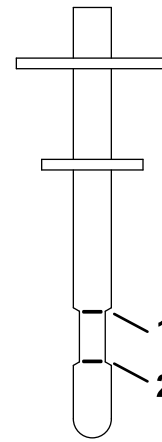

Figura 71
7. Inserte la varilla en el cuello de llenado, retírela y compruebe el nivel de fluido (Figura 71).